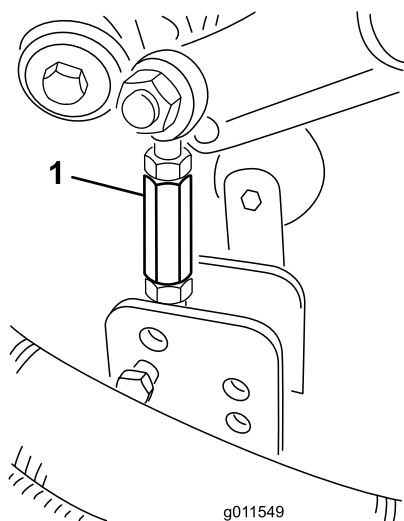

Figure 28
- Enlevez les goupilles fendues et les axes de chape qui fixent les biellettes d'amortisseurs aux supports du plateau de coupe (Figure 28).